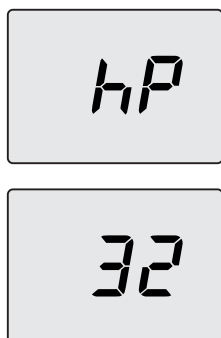

Figura 9.13
- Pulse simultáneamente los botones 13 y 14 (Figura 9.10) hasta que aparezcan en el display LCD las letras **hP** que se alternan con el valor de temperatura mínimo del agua de calefacción (ej.32), indicando que se ha entrado en la activación de la "función deshollinador" a la potencia mínima en calefacción (Figura 9.13).